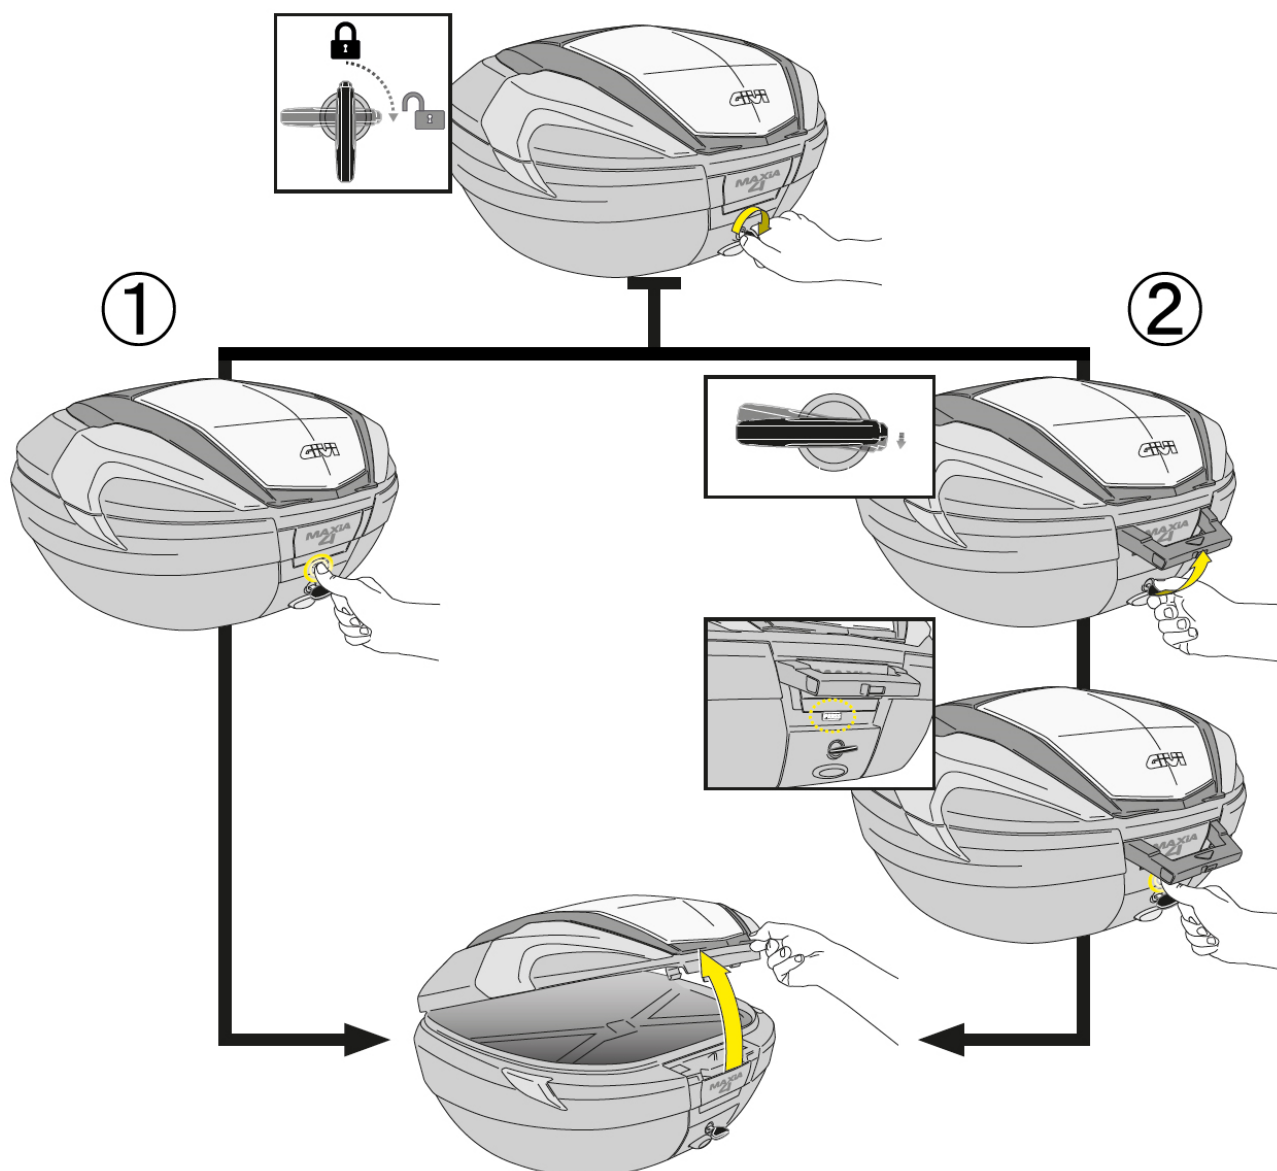

図 A1
1. ①V56 モノキートップケースのキーシリンダーに②セキュリティーキーを奥までしっかりと挿し込み、②キーを右（3時方向）に回してケースのロックを解除します。（図 A1 参照）
2. ②キーの回し位置がちょうど3時の場合は、ハンドルはケースに収納されたままです。
この状態でハンドルの「PRESS」マーク部を内側に押し込むと、蓋のロックが解除され、蓋が上に少し持ち上がります。蓋の先端に設けられたノブ（2箇所）を指でつまみ、ゆっくりと蓋を開けてください。（図 A1 フロー①参照）
3. ②キーを3時位置よりも回し進めた場合は、ハンドルがケースから引き出されます。
この状態でハンドル下にあるオープンボタンを直接内部に押し込むと、手順 2 同様蓋のロックが解除され、蓋が上に少し持ち上がります。蓋の先端に設けられたノブ（2箇所）を指でつまみ、ゆっくりと蓋を開けてください。（図 A1 のフロー②参照）